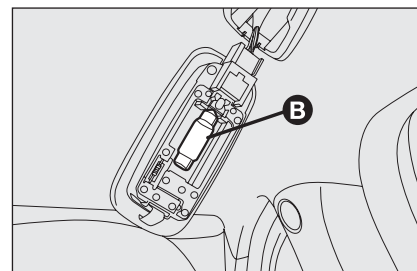

fig. 39
- remplacer l'ampoule **B-fig. 39** en la dégageant des contacts latéraux en s'assurant que la nouvelle ampoule soit correctement bloquée entre les contacts mêmes.